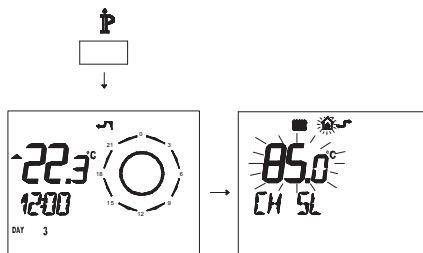

Figura 5.30
L'andamento della temperatura al variare dell'impostazione fatta con i tasti 14 e 15 per un **K 1,5** è illustrato nella Figura 5.30.
- Premere per più di 3 secondi il pulsante **P** per entrare in modalità **INFO** (Figura 5.30).